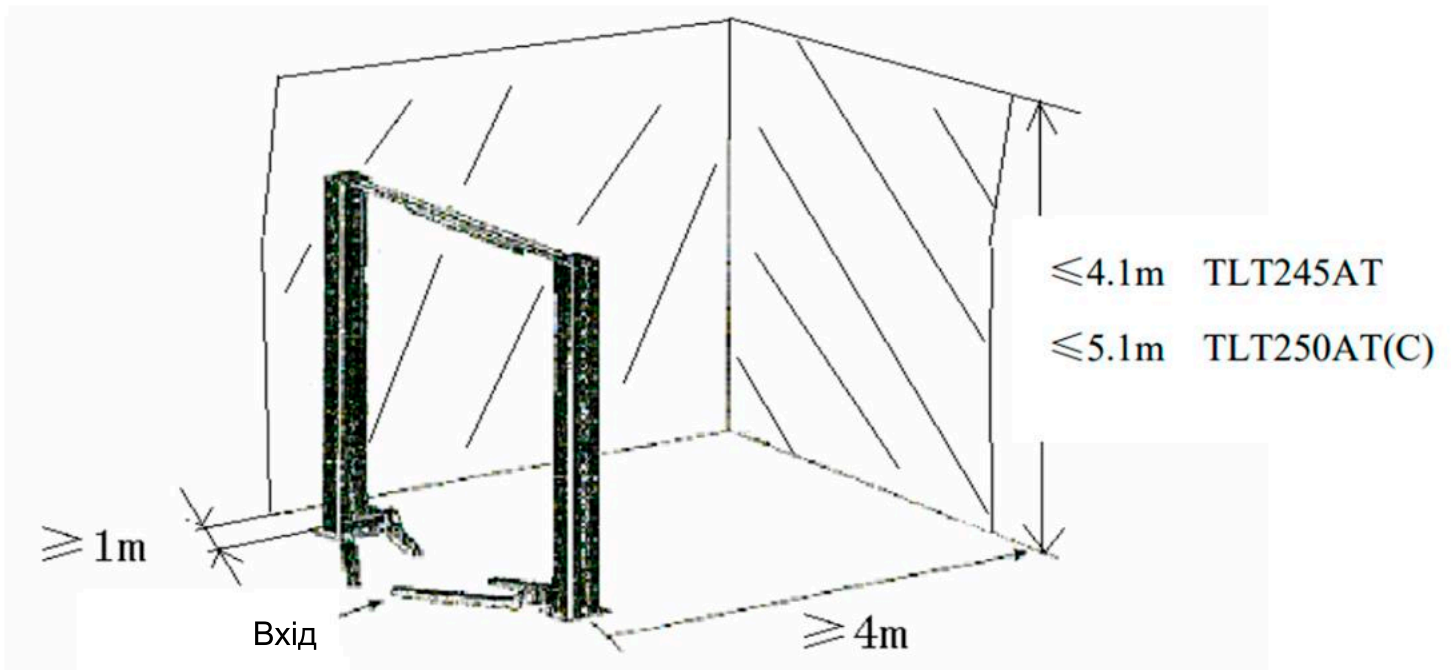

рис. 4
- Передня та задня частини підймача повинні мати достатньо вільного простору для розміщення всіх типів автомобілів (рис. 4).